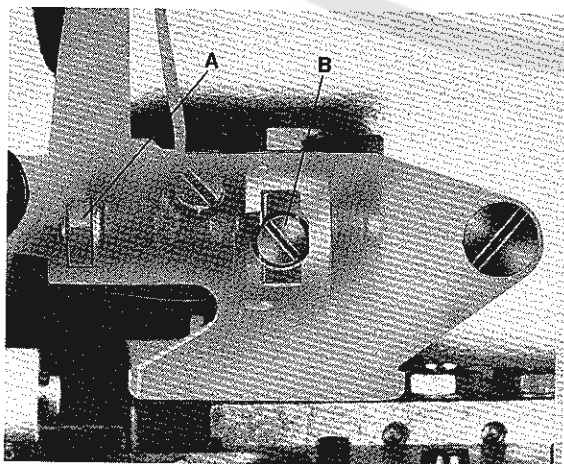

Fig.43
The amount of spreader travel from extreme left to extreme right position can be increased or reduced if required. For adjustment loosen nut (A, Fig. 43), turning screw (B) clockwise reduces and turning it counterclockwise increases the amount of spreader travel. Each change of the amount of spreader travel necessitates to readjust the 5,6 mm (7/32 in.) dimension between the centerline of the left needle and the point of thread carrying notch of spreader.
Der Weg des Legers von der linken zur rechten Endstellung kann bei Bedarf, vergrößert oder verkleinert werden. Zur Einstellung lösen Sie die Mutter (A, Fig. 43), drehen der Schraube (B) im Uhrzeigersinn verkleinert und drehen im Gegen-uhreigersinn vergrößert den Legerweg. Ziehen Sie die Mutter (A) wieder an.